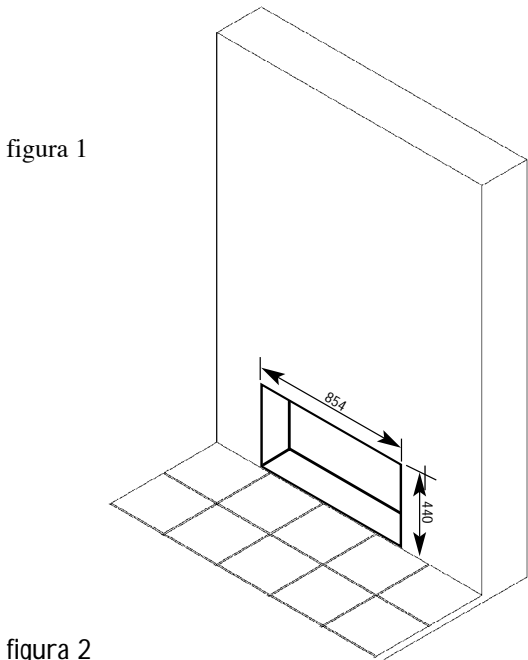

figura 1
4. Introdurre all'interno dei fori, praticati sulla parete per l'aspirazione e l'espulsione dell'aria, le tubazioni in plastica di diametro adeguato e di lunghezza adeguata alla profondità della parete, facendo attenzione che nel foro A di figura 1 deve essere inserito il tubo rivestito all'interno con il materiale nero anti condensa.